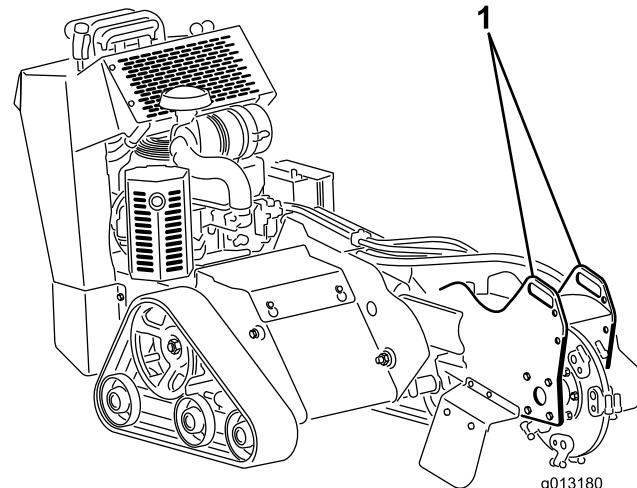
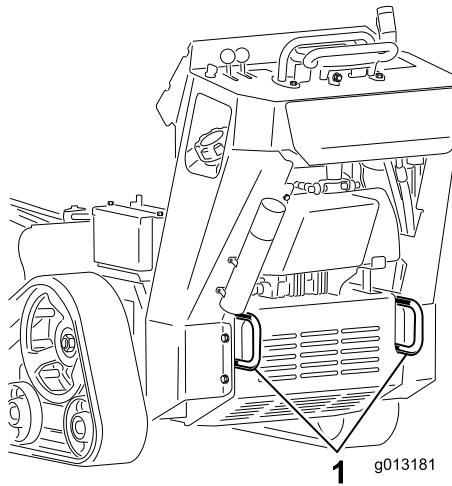

Bild 23
Bild 24
3. Befestigen Sie Ketten oder Riemen an den Vergurtungsstellen bzw. Hebelaschen vorne und hinten an der Maschine, um die Maschine am Anhänger zu befestigen (Bild 23 and Bild 24). Halten Sie die örtlichen Vorschriften für Anhänger und Vergurtung ein.
Sie können die Maschine mit den Vergurtungs- und Hebeschläufen als Hebestellen hochheben (Bild 23 und Bild 24).